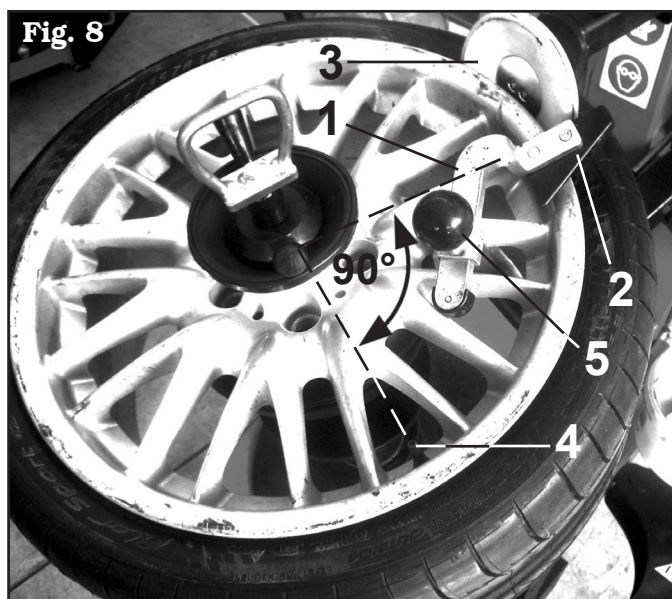

Fig. 8
2 - Poner el Empujatalón (# 710090730 para G1000A67 o # 710190830 para G1000A124) (Fig. 8 ref. 1) en la llanta y el bloque principal (Fig. 8 ref. 2) en el borde del mismo como indicado en la figura. Ubicar el bloque principal (Fig. 8 ref. 2) en seguida después del rodillo destalonador (Fig. 8 ref. 3) y a aproximadamente 90° de la válvula de inflado (Fig. 8 ref. 4).
USANDO EL POMO SUPERIOR (FIG. 8 REF. 5) REGULAR EL LARGO DEL SOPORTE (FIG. 8 REF. 1) DE MANERA QUE SE ADAPTE PERFECTAMENTE AL DIÁMETRO DE LA LLANTA MONTADA EN LA MÁQUINA DESMONTAGOMAS.